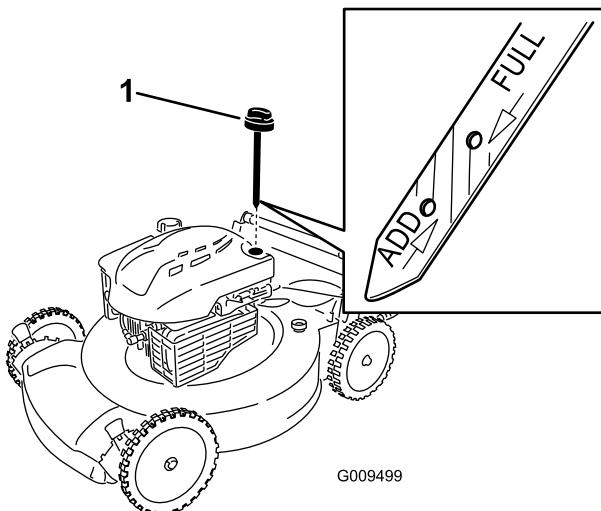

Рисунок 24
2. Извлеките масломерный щуп (Рисунок 24).
4. **Медленно** заливайте масло в маслозаливной патрубок до соответствующей отметки **Full (Полный)** на масломерном щупе (Рисунок 24). **Не допускайте переполнения.**